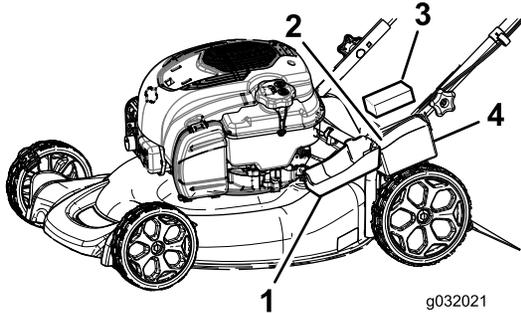

Bild 23
1. Lösen Sie die beiden Clips an der Batterieabdeckung und nehmen Sie sie ab (Bild 23).